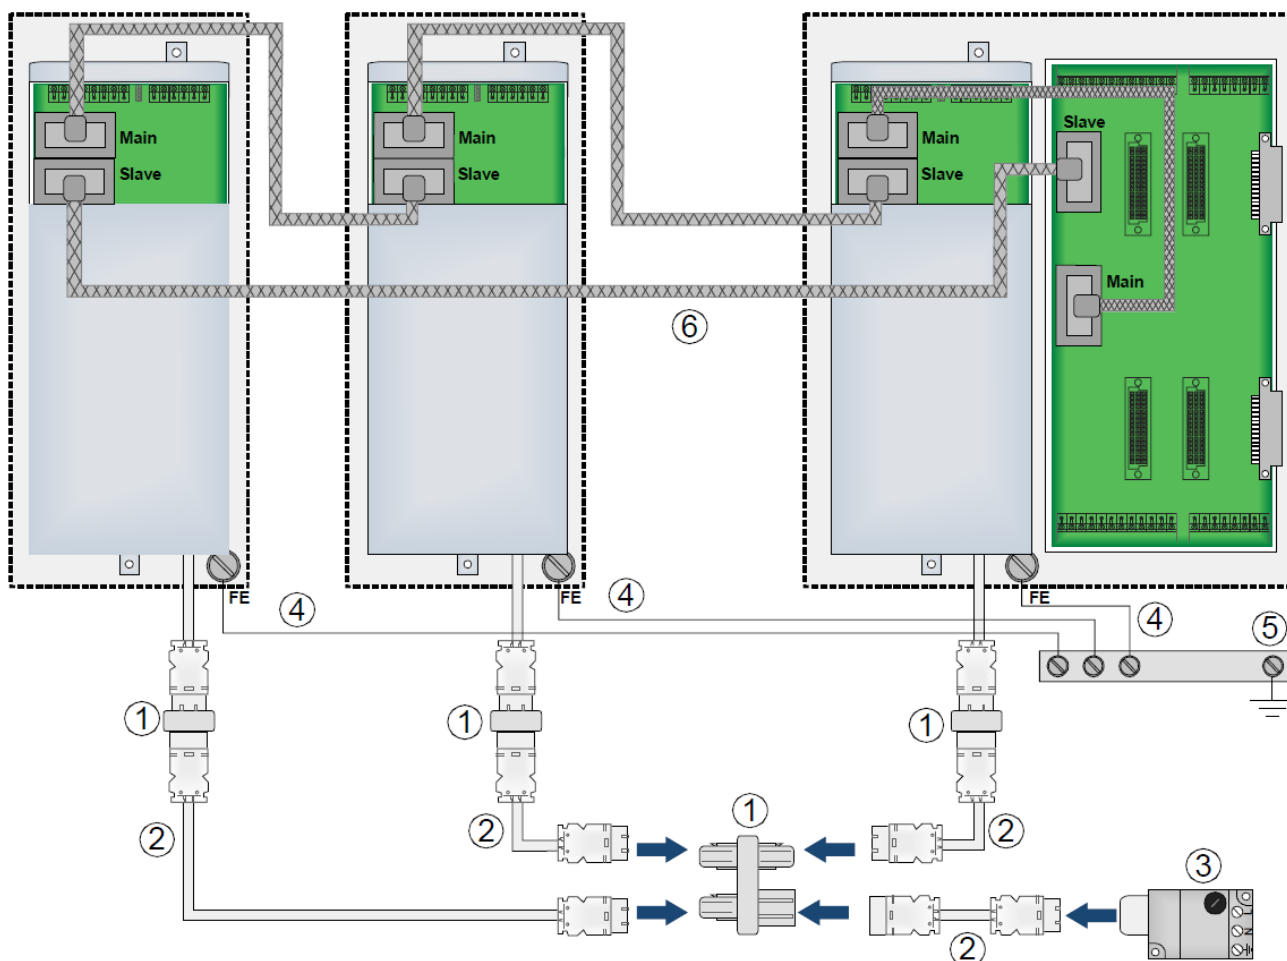

Рис. 37: Каскадирование трёх модулей блока питания
При использовании функции каскадирования трёх блоков питания, можно получить суммарную электрическую мощность 450 Вт при 24 В. Дополнительно можно также получить функцию резервирования блоков питания при подключении их по кольцевой схеме, также возможно подключение и по обычной схеме без кабеля ④ (см. рис. 37). Если кольцевая схема подключения трёх блоков используется для резервирования, внешняя нагрузка не должна превышать 300 Вт для того, чтобы при выходе из строя любого из трёх блоков питания, вся нагрузка могла быть обслужена оставшимися двумя блоками. Также при кольцевой схеме возможно использование трёхфазного внешнего питания (400 В).